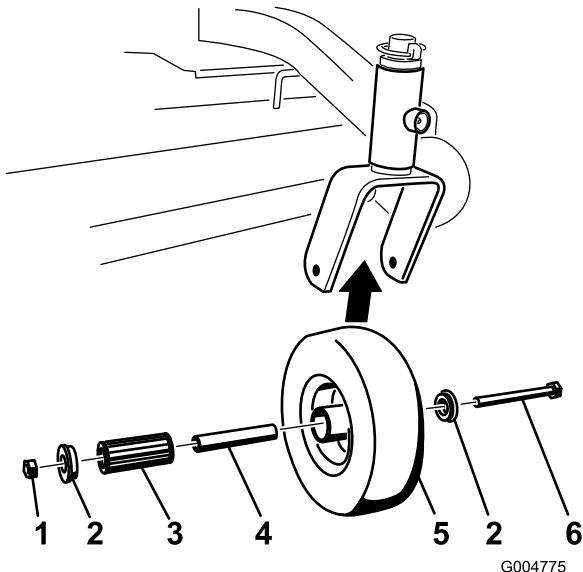

Figure 44
1. Enlevez le contre-écrou et le boulon de fixation de la roue pivotante à la chape (Figure 44).
- 2. Enlevez une bague, puis sortez la douille pour clé et le roulement à rouleaux du moyeu de roue (Figure 44).
- 3. Enlevez l'autre bague du moyeu, puis nettoyez la graisse et les saletés éventuellement présentes dans le moyeu (Figure 44).
- 4. Examinez l'usure du roulement à rouleaux, des bagues, de la douille pour clé et de l'intérieur du moyeu. Remplacez les pièces endommagées ou usées (Figure 44).
- 5. Pour le remontage, placez une bague dans le moyeu de la roue. Lubrifiez le roulement à rouleaux et la douille pour clé, et insérez-les dans le moyeu. Mettez la deuxième bague dans le moyeu (Figure 44).
- 6. Montez la roue pivotante dans la chape à l'aide du boulon et du contre-écrou. Serrez le contre-écrou jusqu'à ce que la base de la douille pour clé soit en appui contre l'intérieur de la chape (Figure 44).